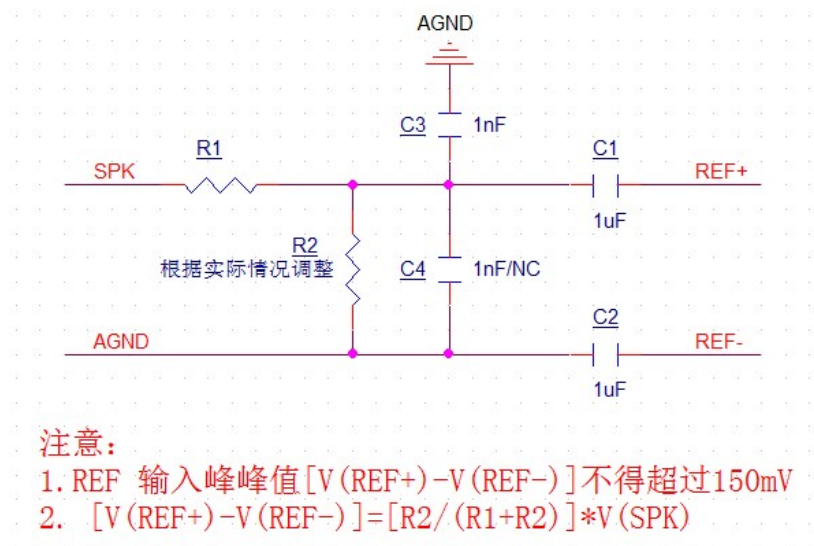

图 8 单端输出参考电路
- 1) 用户电路用作参考信号的输出为单端输出，需要分压时，可参考图 8 电路：